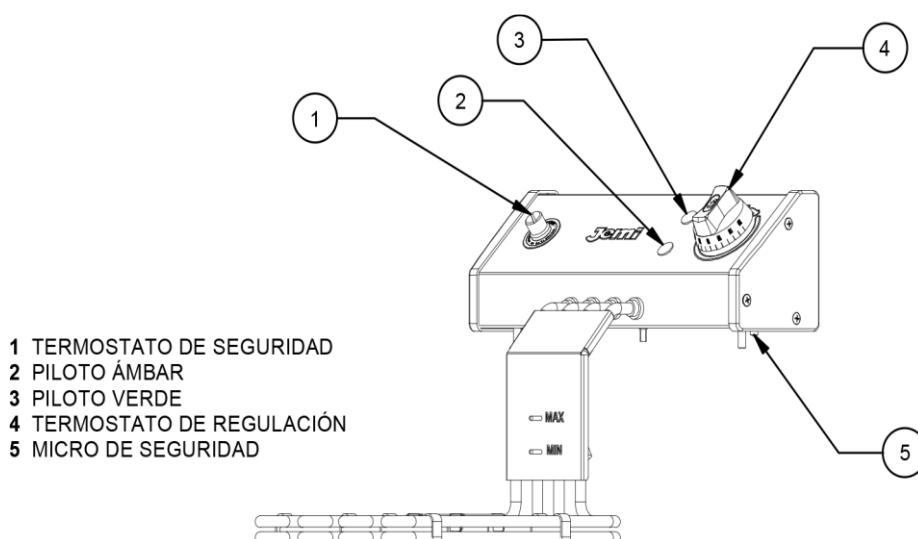

Fig.1
- Conectar la maquina a la red eléctrica, el piloto verde (3) Fig.1 indicará que la máquina tiene tensión.
- Girar el mando del termostato (4) Fig.1 y situarlo en la temperatura deseada, el piloto ámbar (2) Fig.1 (excepto J-3 y J-3/2 que no llevan) se encenderá y nos indica que la resistencia esta calentando. Cuando se apague, puede empezar la fritura.
- En caso de sobrepasar la temperatura determinada en el termostato, por una avería, la freidora dispone de un termostato de seguridad (1) Fig.1 con la regulación fija a 230°C. que desconecta la alimentación eléctrica y evita que el aceite pueda superar esta temperatura y llegar al punto de ignición del aceite.
- Para parar la máquina, girar el mando del termostato (4) Fig.1 en sentido inverso a las agujas del reloj hasta la posición "0", el piloto ámbar (2) Fig.1 (excepto J-3 J-3/2) se apagará, quedando el piloto verde (3) Fig.1 encendido.